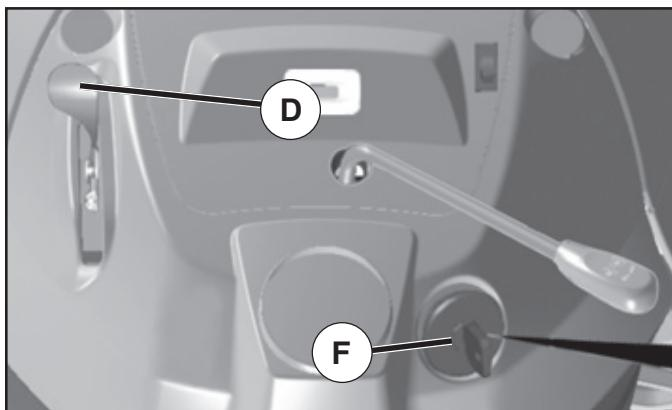

Fig. 6
- Mueva el control de la aceleración (D) a la posición de lento.
- Gire la llave de ignición (F) a la posición de apagado "STOP" y remueva la llave al abandonar el tractor para evitar el uso no autorizado.
### PARA USAR EL CONTROL DE LA ACCELERACIÓN (D) (Vea Fig. 6)